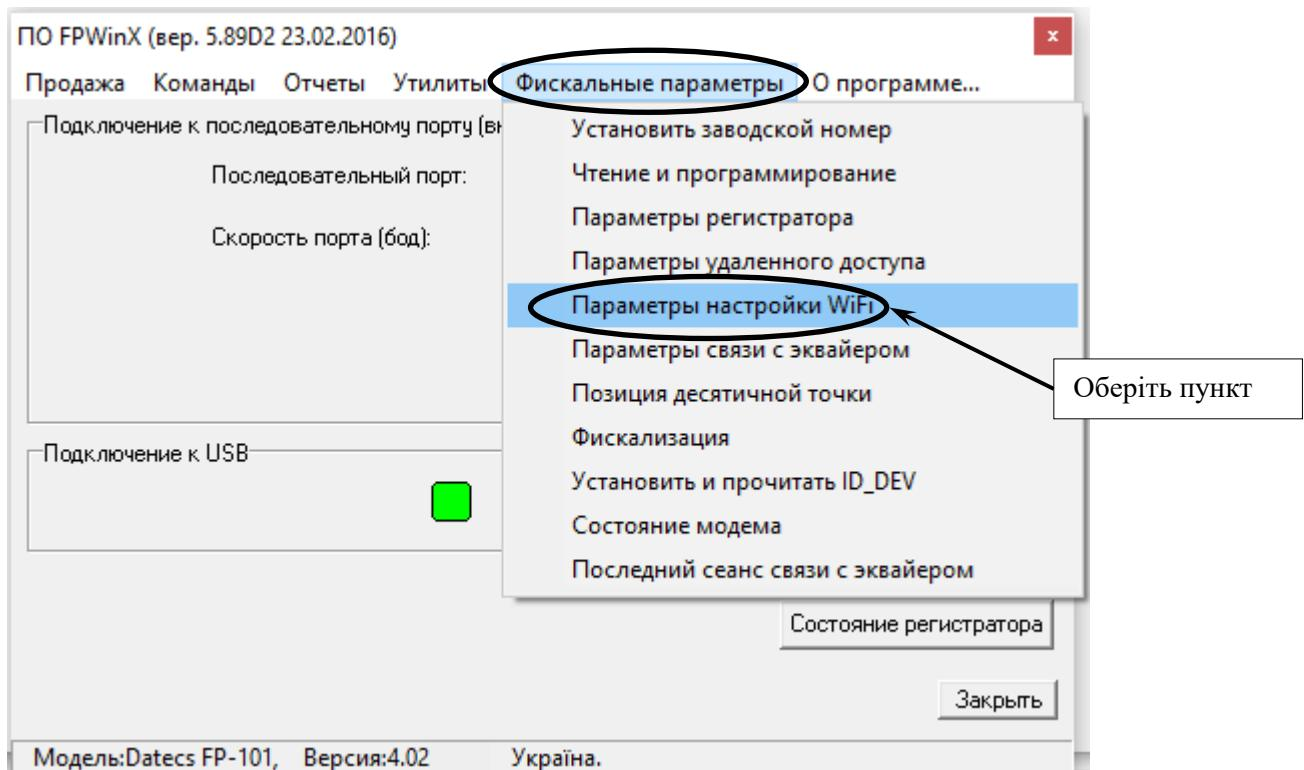

Рисунок 41
– у вікні програми обрати закладку «Фискальные параметры» та у випадаючому меню обрати пункт «Параметры настройки WiFi» (рисунок 41);